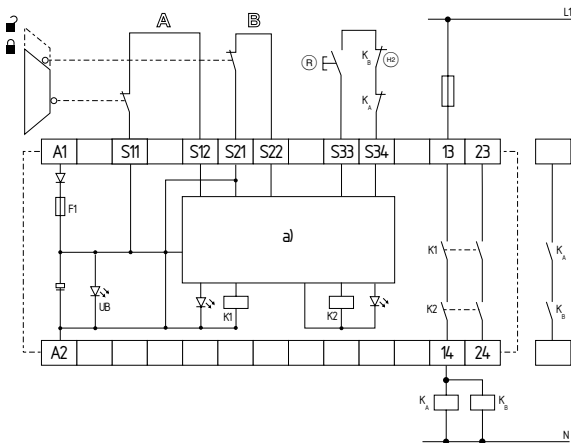

Fig. 2
**Control mediante dos canales, mostrado a través del ejemplo de la monitorización de un resguardo de seguridad con dos interruptores de posición, uno de ellos un contacto de apertura forzada con pulsador de rearme externo (véase fig. 2).**